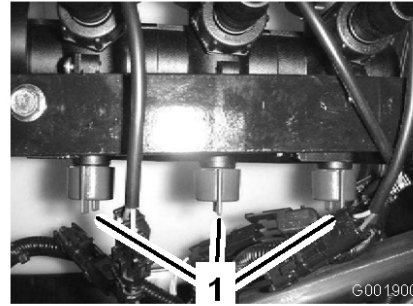

Bild 21
10. Stellen Sie das Sicherheitsventil des Spritzgestänges (Bild 21) unter dem Spritzgestängesteuerventil des Spritzgestänges